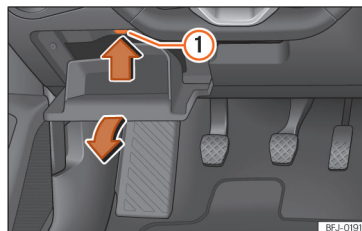

Abb. 49 Auf der Fahrerseite in der Instrumententafel (Linkslenker): Abdeckung des Sicherungskastens.
- Ablagefach auf der Fahrerseite öffnen » **Abb. 49**.
- Rastnase » **Abb. 49** ① in Pfeilrichtung nach oben drücken und gleichzeitig Ablagefach weiter öffnen, bis der Sicherungshalter zugänglich ist.